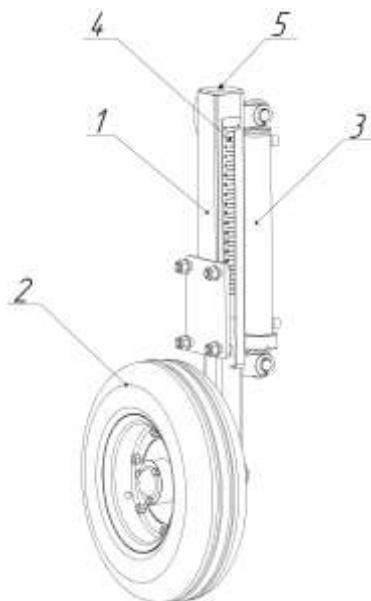

Рисунок 2 – Стойка колеса
3.3 Стойка колеса (рисунок 2) состоит из стойки 1, колеса с направляющей 2 и гидроцилиндра 3. На машине установлено три стойки колес: две с левой стороны и одна с правой. Колесо 2 с направляющей трубой при помощи гидроцилиндра 3 перемещается по стойке 4 и тем самым регулирует высоту удаления ботвы от 5 до 35 см. Для контроля высоты скашивания на двух стойках, ближних к передней части, предусмотрена линейка 4. Через масленку 5 осуществляется смазка трущихся элементов.